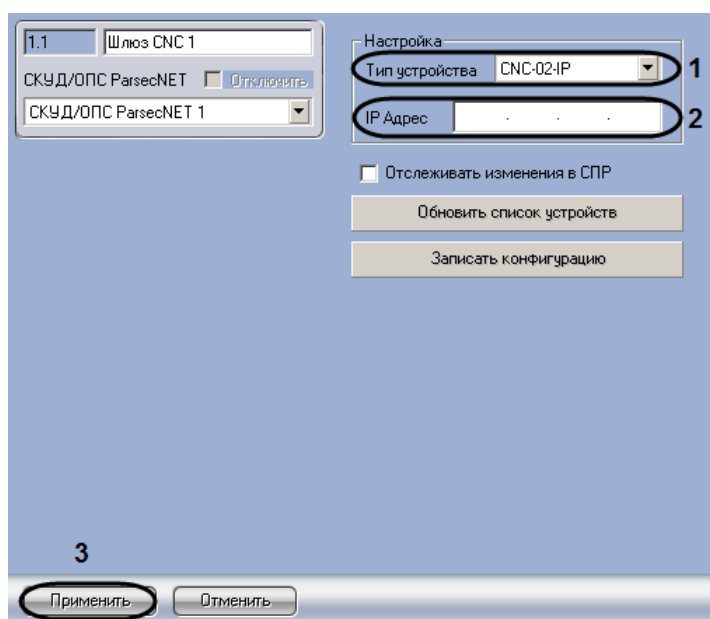

Рис. 3.3—3 Задание IP-адреса Ethernet-шлюза СКУД/ОПС ParsecNet
- Из раскрывающегося списка **Тип устройства** выбрать значение **CNC-02-IP**, соответствующее Ethernet-шлюзу *CNC-02-IP* (см. Рис. 3.3—3, 1).
- В поле **IP Адрес** ввести с помощью маски IP-адрес Ethernet-шлюза *СКУД/ОПС ParsecNet* (см. Рис. 3.3—3, 2).